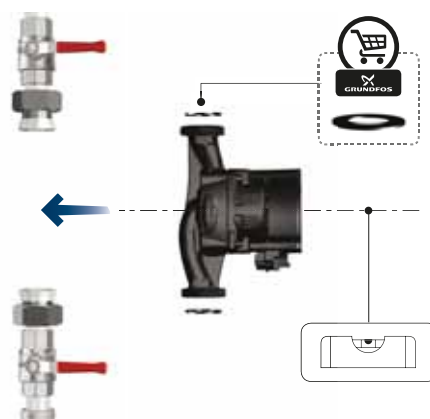

Рис. 2 Монтаж насоса
2. Під час монтажу насоса в трубу встановіть дві прокладки з комплекту насоса. Встановіть насос так, щоб вал електродвигуна знаходився у горизонтальному положенні $\pm 5^\circ$. Див. рис. 2. Див. також розділ 3.3 Положення блоку керування.